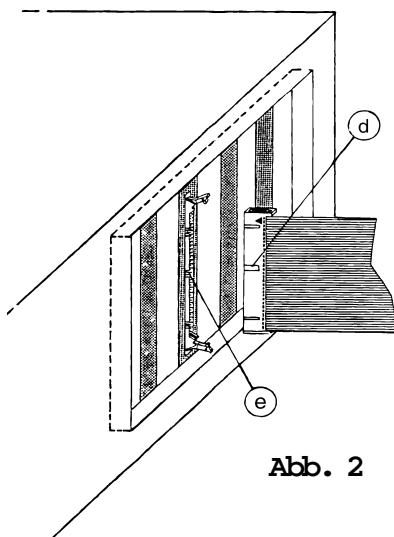

Abb. 2
6. Schließen Sie das Gehäuse Ihres Rechners und befestigen Sie es mit den Sicherungsschrauben. Kabel, die Sie während des Einbaus gelöst haben, sollten Sie nun wieder einstecken. Stecken Sie die/das Anschlußkabel Abb. 2 (d) der Karte in die vorgesehenen Buchse/n (e) und beachten Sie die VDE-Handhabungsvorschriften. Schalten Sie immer zuerst den Rechner ein, um anschließend, beispielsweise eine Spannung zu messen. Nie umgekehrt !!!